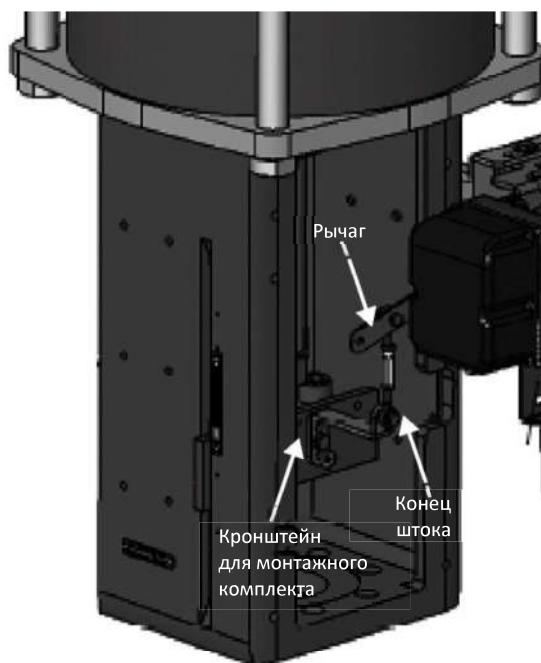

Рис. 18. Привод 84/85/86
2. Установить сборочный узел на стойку (Рис. 18) с помощью пружинной шайбы 5/16, плоской шайбы 5/16 и шестигранного винта 5/16-18 × 44,5 [1,75] LG.